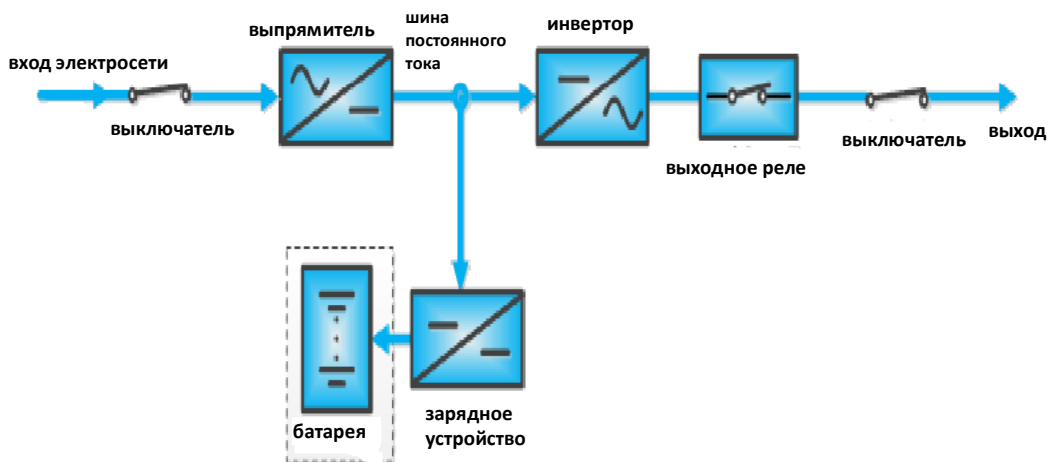

Рисунок 6-5. Принципиальная схема работы в нормальном режиме
2. Нажать и удерживать кнопку холодного пуска батарей на панели примерно 8 секунд (см. рис. 6-5).
Как показано на рис. 6-5, сначала питание от электросети выпрямляется выпрямителем ИБП, а затем инвертор преобразует его и подает бесперебойное питание переменного тока на нагрузку. При этом батарея заряжается с помощью зарядного устройства.